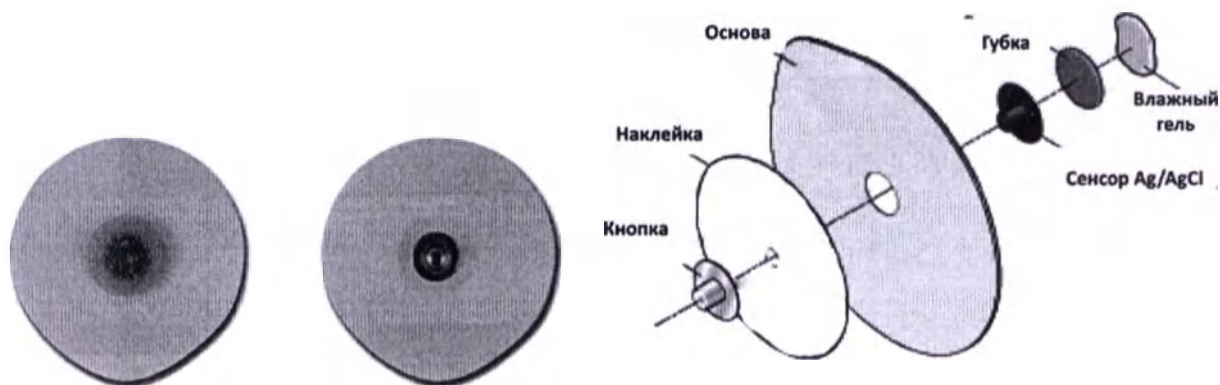

Рисунок 4- Пример одноразового электрода и его составные части.
3. ЗАО «ЛИДЕР» рекомендует использование стандартных одноразовых электродов полимерных хлорсеребряных слабополяризующихся с гелевой пропиткой для регистрации ЭКГ любой совместимой системы фиксации, см. рис.4.
3. Убедитесь, что коннекторы электродов (кнопки, см. рис.4) надежно закреплены соответствующих коннекторах регистратора (рис.2 и табл.2 поз.11 - поз.14).